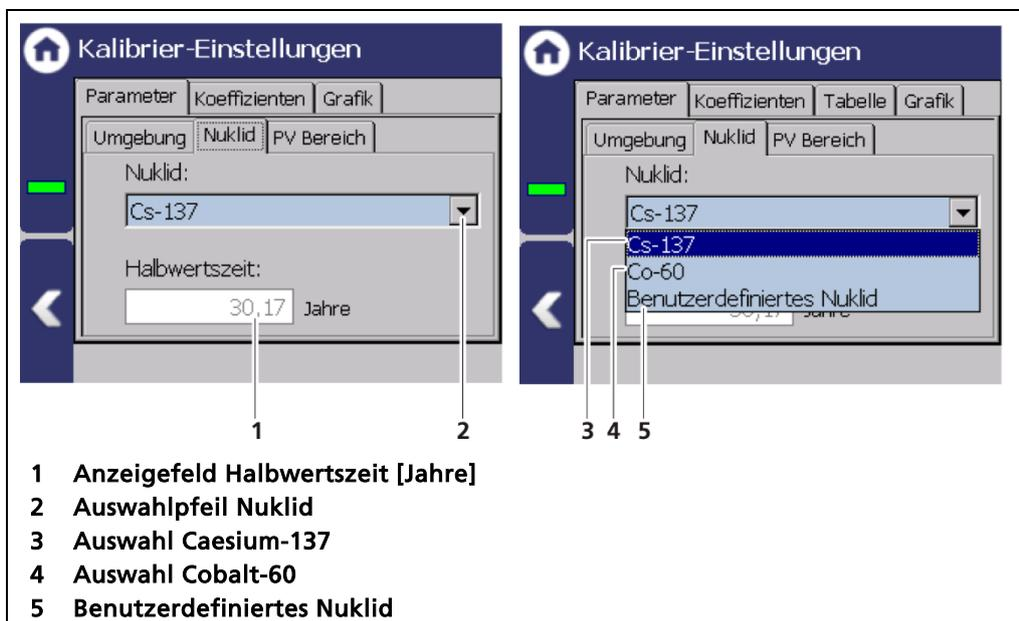
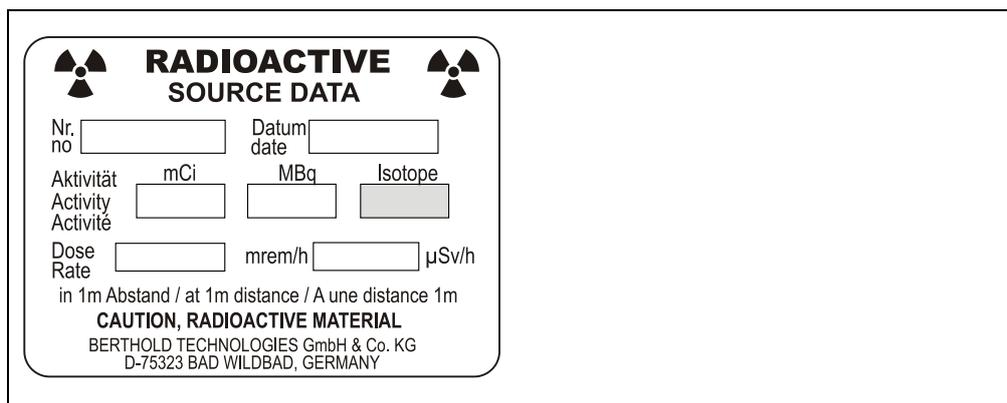

Abb. 86 Kalibrier-Einstellungen: Nuklid
Abb. 87 Typenschild Strahler
- Taramessung bei Zeitvorgabe (Abb. 86, Pos.1)
- Taramessung bei Bandlängenvorgabe (Abb. 86, Pos.2)
Der Wert der Taramessung kann manuell eingegeben werden (Abb. 86, Pos.4), falls die Zählrate der Tarierung bekannt ist.
3. Klicken Sie auf die Schaltfläche <Start> (Abb. 86, Pos.3) um die Taramessung zu starten.
In der Registerkarte „Nuklid“ kann das verwendete Isotop ausgewählt werden. Die Halbwertszeit des Isotops wird im Anzeigefeld (Abb. 86, Pos.1) angezeigt.
1. Klicken Sie auf den Auswahlpfeil (Abb. 86, Pos.2).
2. Wählen Sie das verwendete Isotop Cs-137 (Abb. 86, Pos.3) oder Co-60 (Abb. 86, Pos.4) aus. Das Isotop des Strahlers steht auf dem Typenschild der Abschirmung (Abb. 87).
3. Bei der Auswahl „Benutzerdefiniertes Nuklid“ (Abb. 86, Pos.5) muss die Halbwertszeit des Isotops eingegeben werden.